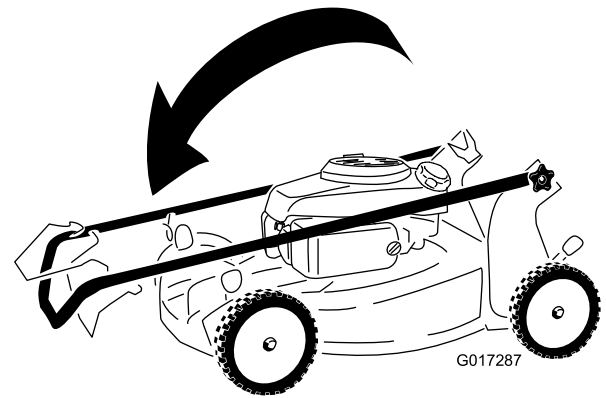

Figure 14
2. Pliez la moitié supérieure du guidon en avant de la manière indiquée (Figure 14).